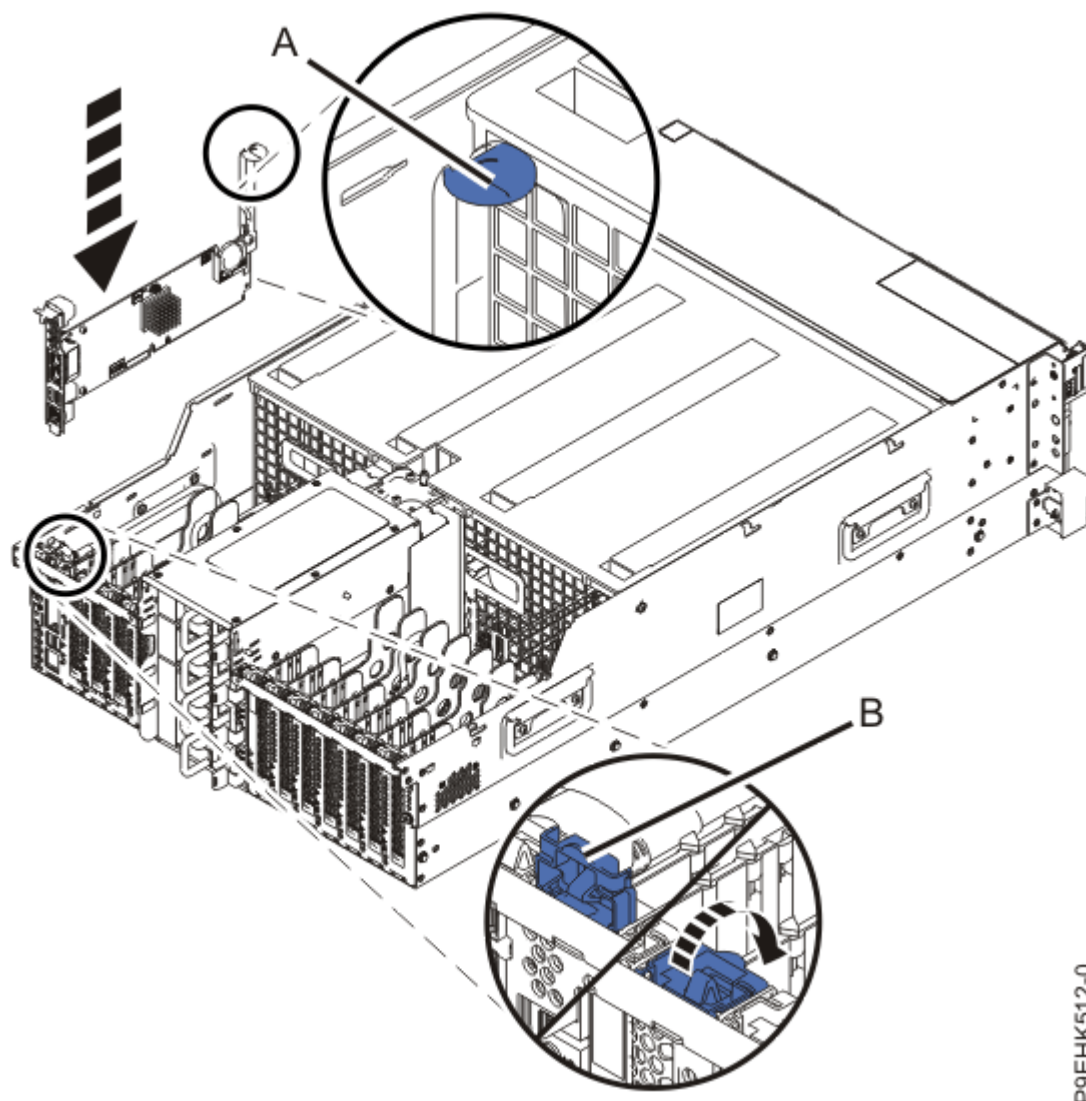

Figura 12. Instalación de la tarjeta del procesador de servicio en la ranura P1-C1
- a) Alinee la tarjeta del procesador de servicio en la ubicación PCIe y empuje la tarjeta del procesador de servicio hacia abajo en la ranura utilizando las dos piezas de sujeción **(A)** y **(B)**, tal como se muestra en la Figura 12 en la página 15.